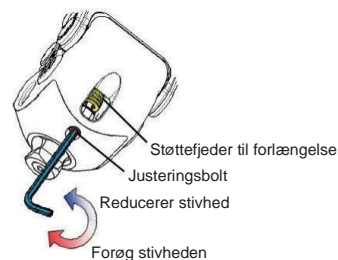

Fig. 10 Sådan justeres forlængerens hjælpfjeder
- Juster justerings-bolten vist i Fig. 10 med en 2,5 mm sekskantnøgle.